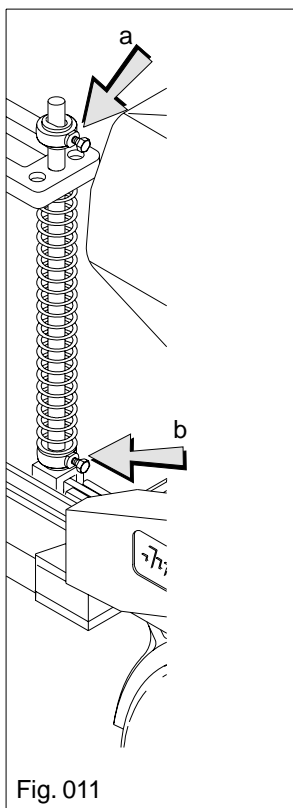

Fig. 011
5) Después de regulado el disco doble del abono. Regule la presión de los resortes del disco doble de semilla, subiendo los bujes inferiores (Fig.011 "b") y los bujes superiores (Fig.011 "a") para permitir que la varilla descienda lo necesario.
Desajuste el buje inferior (Fig.011 "b") y colóquelo aproximadamente a 8 cm de la base. Ajuste bien, colocando todos los bujes a la misma altura. Los bujes superiores (Fig.011 "a") deberán ser colocados arriba del limitador a la misma distancia usada en los bujes inferiores, para que la varilla pueda bajar y así permitir que el disco doble penetre en el suelo. Ajuste de acuerdo con la profundidad requerida por el cultivo.